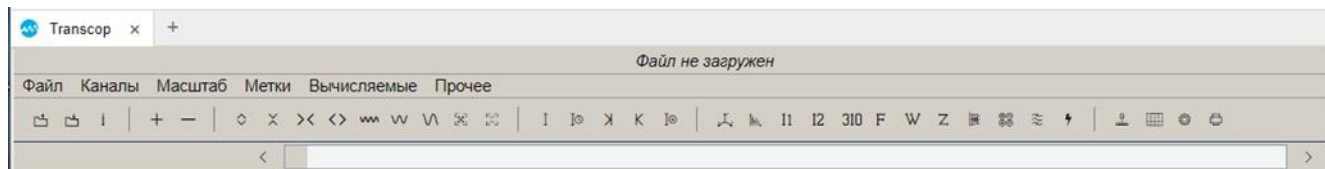

Рисунок 51 – Вариант оформления «Retro»
- «*Retro*» – все элементы меню расположены на одной панели (рис. 51).